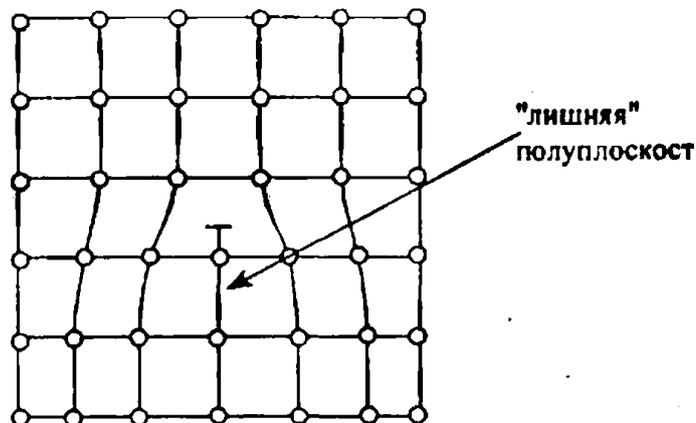

Рисунок 6. Схема краевой дислокации
**Линейные дефекты** имеют малые размеры в двух измерениях и большую протяженность в третьем. Эти дефекты называют дислокациями. Краевая дислокация (рис. 6) представляет собой искажение кристаллической решетки, вызванное наличием «лишней» атомной полуплоскости.